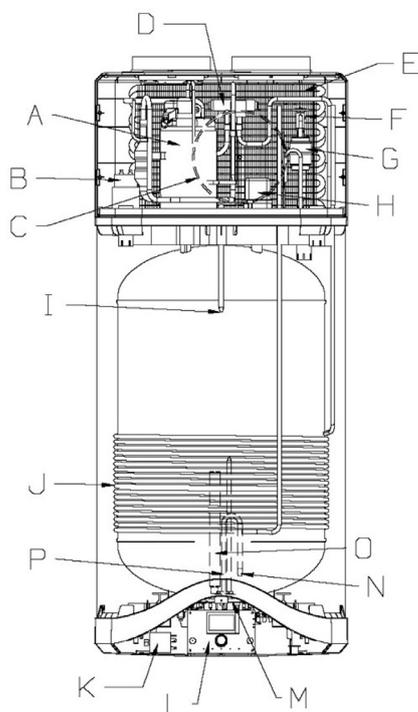

Fig. 2
2.2 Caratteristiche sistema di costruzione (Fig. 2)